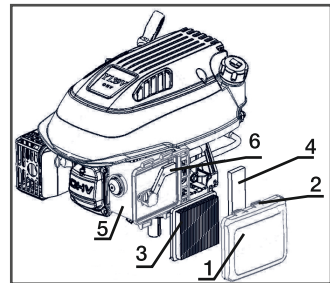

рис. 9
Регулярно проверяйте состояние и чистоту воздушного фильтра. Загрязненный воздушный фильтр может препятствовать воздушному потоку в карбюратор, приводя к снижению производительности мотора. Через поврежденный воздушный фильтр возможно попадание грязи в мотор, что приводит к более быстрому его изнашиванию. Очистка фильтра на рис. 9.
- Отсоедините кабель свечи (рис.9а)